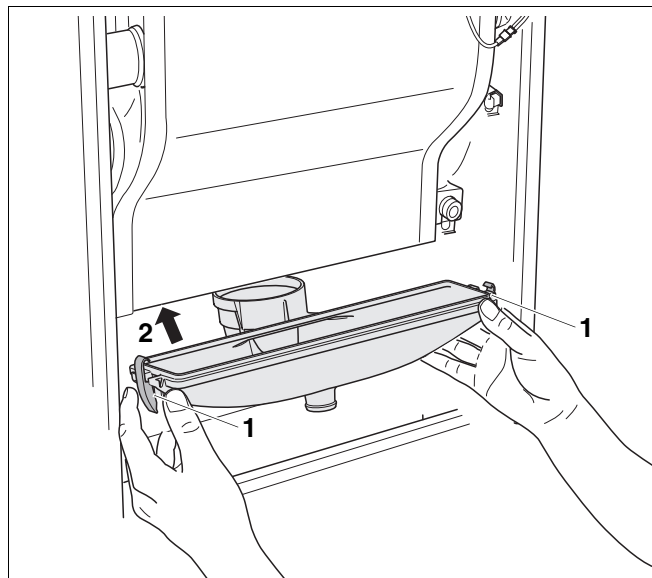

fig. 55 Condensbak verwijderen
- Trek de condensbak naar beneden (→ fig. 55) en trek hem dan naar voren weg.